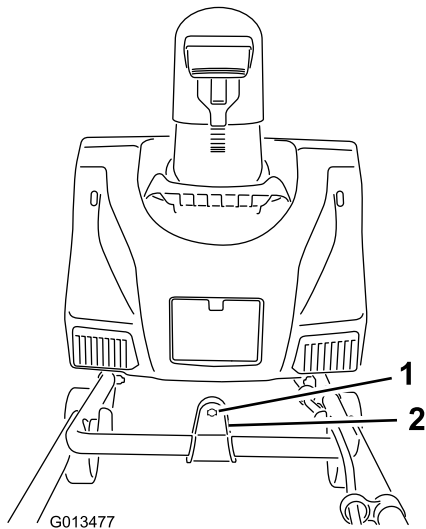

Figure 4
2. Insérez l'extrémité de la tige d'orientation de la goulotte dans le trou de clavette du support qui est fixé sur le haut de la partie inférieure du guidon (**Figure 4**).